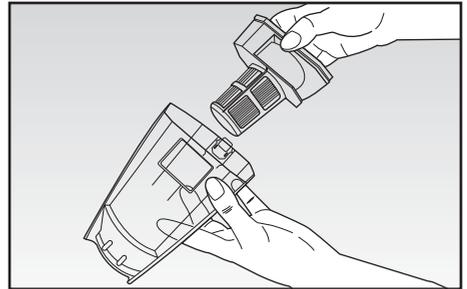

Abb. 13
- Den Filter (D) und die zugehörige Halterung (E) nach außen ziehen und reinigen (Abb. 13).